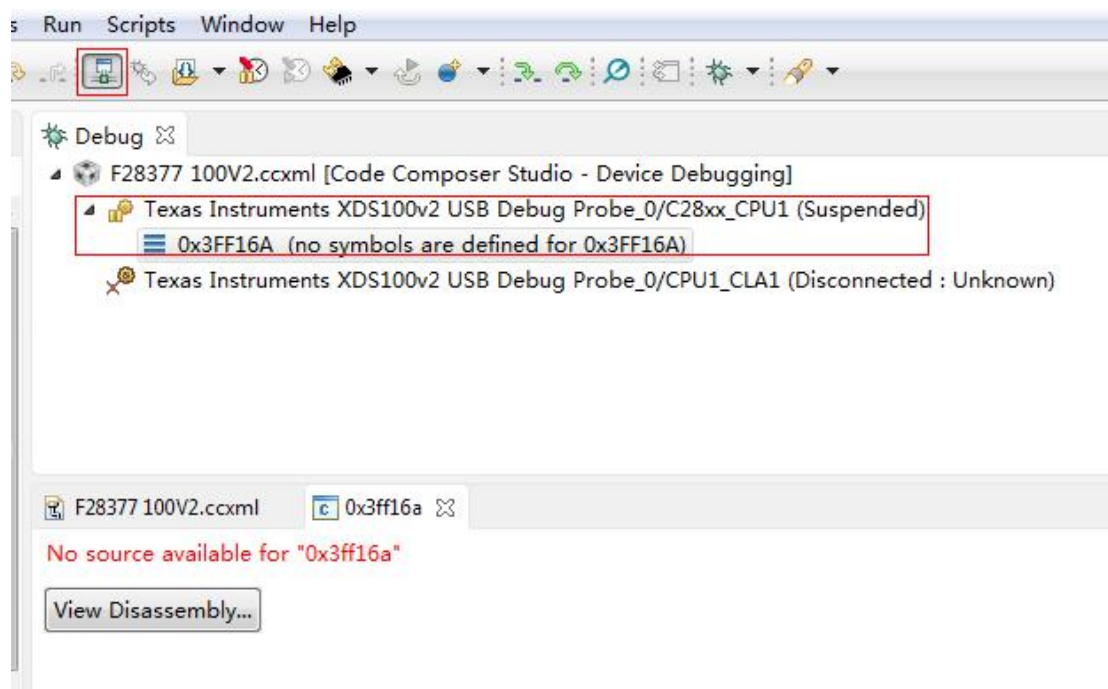

图 3-20-1 连接界面
- (1) 首先将 CCS6.1 开发环境打开;
- (2) 接着把仿真器的 USB 与电脑进行连接, 将仿真器的另一端 JTAG 端插到 YX-F28377 开发板的 JTAG 针处 (注意仿真器插入方向, 请仔细核对防差错针的位置);
- (3) 连接目标板, 出现如下图 3-20-1 则表示连接成功;